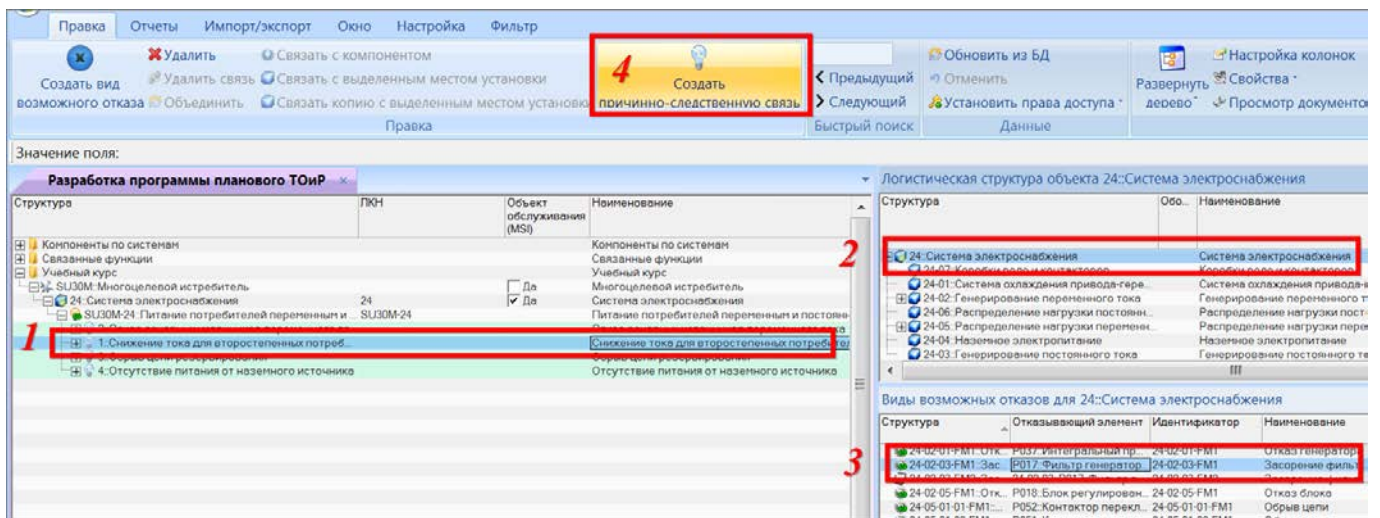

Рис. 11-18 – Задание причин для ФО
- 3) В открывшемся окне «Логистическая структура объекта» выбрать элемент MSI (2 на рис. 11-18).